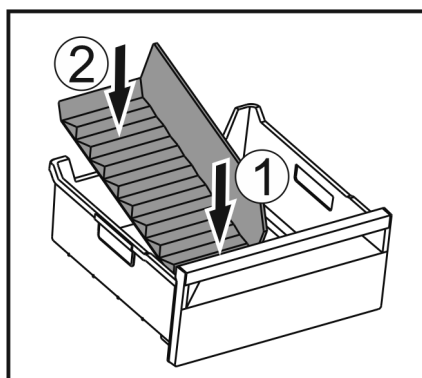

Fig. 145
- ▶ Vložte prednú časť oddelovača zásuvky na ľad. Fig. 145 (1)
- ▶ Spustite zadnú časť oddelovača zásuvky na ľad až na dno zásuvky. Fig. 145 (2)